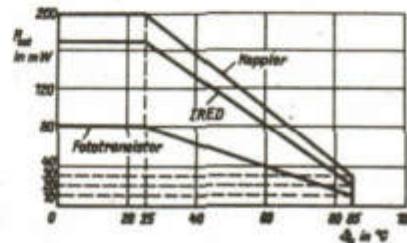

Bild 3: Abhängigkeit der max. zulässigen Verlustleistung von der Umgebungstemperatur
- 4) P_{tot} bei $\vartheta_a > 25^\circ\text{C}$ siehe Bild 3